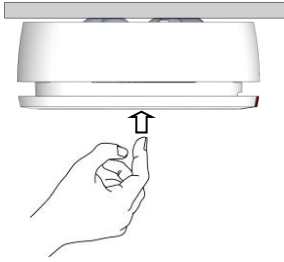

Figura 12
1. Premere il coperchio energicamente (*vedi Figura 12*). Se il rivelatore funziona correttamente, verrà attivato un allarme incendio (*vedi Indicatori Acustici e Ottici*) e un evento di allarme verrà trasmesso al sistema ricevente.